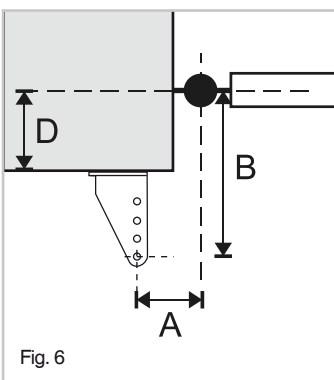

Fig. 6
**Eixo de rotação do portão no centro do pilar** (Fig. 6).